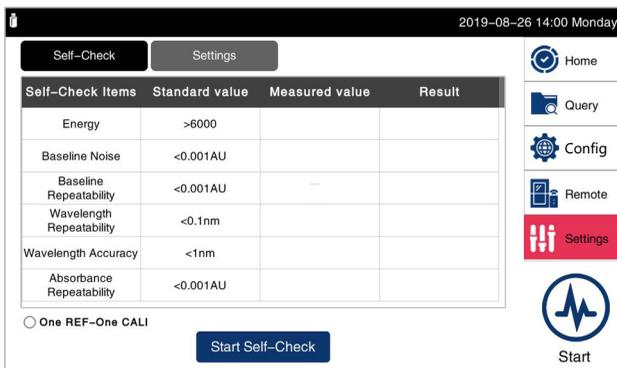

Рис. 3. Экран самопроверки
- 5) Нажмите кнопку "Старт автопроверки", как показано на Рис. 3.